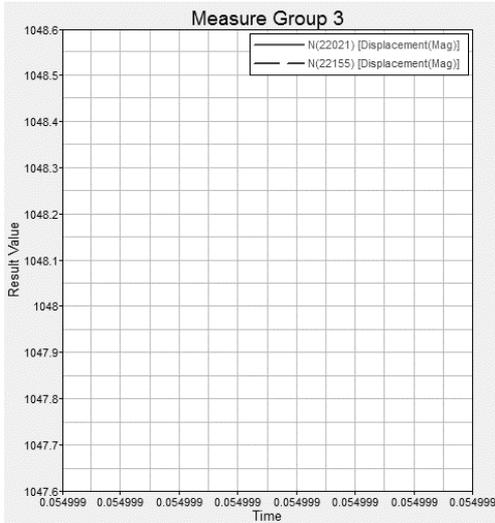

图 13-40 测量节点位移变化
(11) 运行动画，每条曲线上将分别出现一个光标。
(12) 停止动画。
(13) 在 **Contour** 面板中将 **Result type** 设置为 **Displacement(v)** 并单击 **Apply** 按钮。观察曲线图标题的变化，如图 13-40 所示。